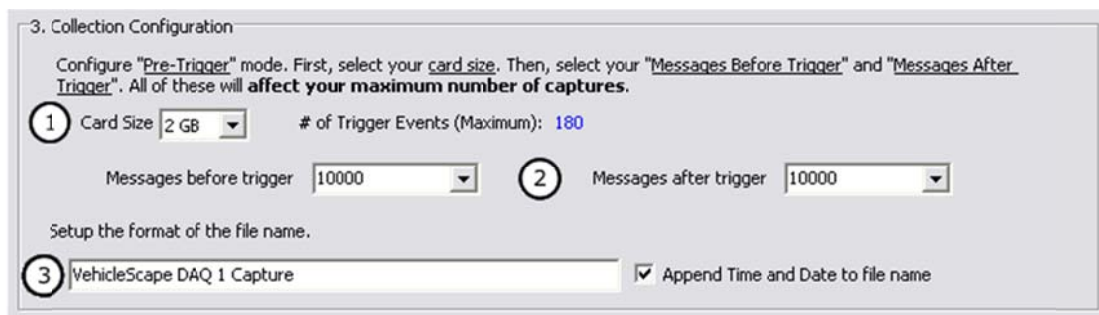

图 9-17 采集配置 (Pre/Post Trigger)
如果前一个步骤中选择了“Using Pre/Post Trigger”，您将会看到与上述不同的设置选项。首先选择您的 SD 卡大小（如图 9-17 中①所示）。下一步，选择在前一步中设置的触发器之前和之后需要采集的报文数量（如图 9-17 中②所示）。除了从下拉菜单中选择该数量之外，您也可通过单击下拉菜单内部直接输入数字。蓝色的数字表示在 SD 卡存储满之前还可以存储的捕获报文总个数。如果需要更多的捕获，必须降低每条捕获的报文总数量。最后的文本输入框是保存的文件名称（如图 9-17 中③所示）。确保“Append Time and Date to file name”被勾选。否则，只有最后的文件被保存。